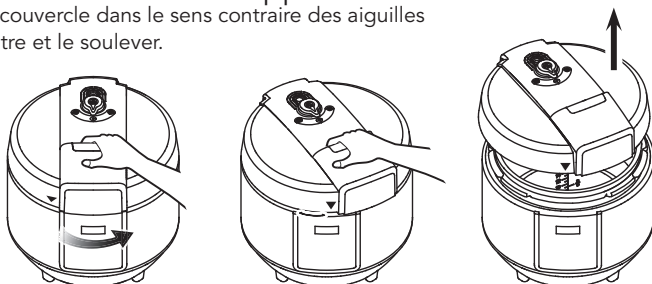
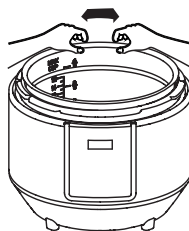
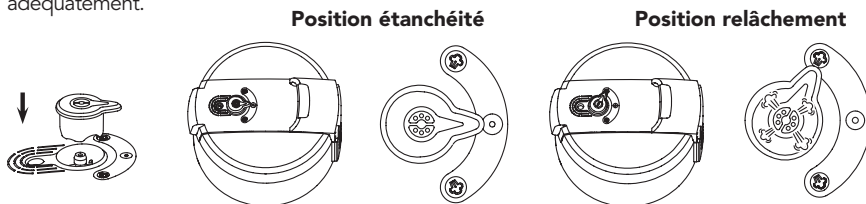

FIG 2 Comment insérer le récipient à cuisson à l'intérieur de la base
FIG 3 Comment retirer ou installer la valve de libération de la vapeur
FIG 4 Comment retirer ou installer l'anneau d'étanchéité
- C. Retirer le récipient à cuisson interne (Fig.2), la valve de libération de la vapeur (Fig.3), l'anneau d'étanchéité (Fig.4) et les laver à l'eau chaude savonneuse avec tous les autres accessoires. Sécher complètement.
3. Insérer le récipient à cuisson à l'intérieur de l'appareil. Voir la Fig.2.
NOTE : S'assurer que l'anneau d'étanchéité est installé correctement. Ne jamais utiliser l'appareil avec un anneau d'étanchéité endommagé. Voir la Fig.4.
5. Placer la valve de libération de la vapeur à la position « étanchéité » ⊙ . Voir la Fig.3
2. Retirer l'anneau d'étanchéité de sa cavité sous le couvercle. Rincer à l'eau chaude. Sécher complètement. Voir la Fig.4.